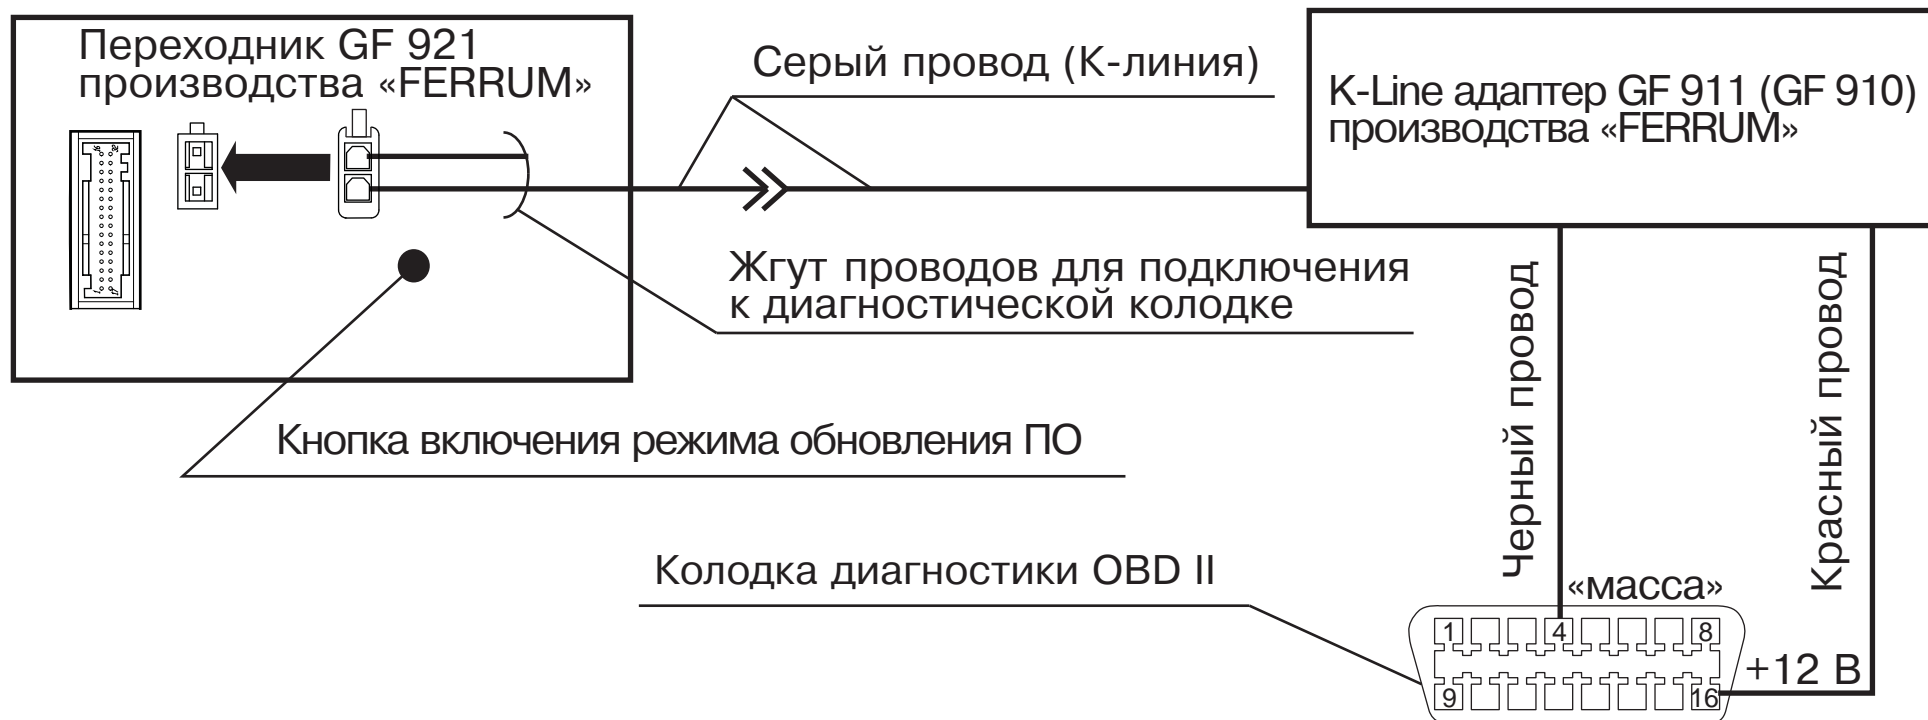

Рис.2 Схема подключения переходника GF 921 к K-Line адаптеру GF 911 (GF 910)
7.2 Обновление ПО рекомендуется производить на автомобиле с подключенным переходником GF 921 и отключенной ЭКП. K-Line-адаптер GF 911 (GF 910) должен быть подключен к бортовой сети автомобиля (чёрный провод массы «-» к кузову автомобиля, один из красных проводов к +12 В) (см. Рис. 2, стр. 7).
Серый провод адаптера GF 911 (GF 910) должен быть соединён с проводом «K-линии» переходника GF 921 (см. Рис. 2, стр. 7).